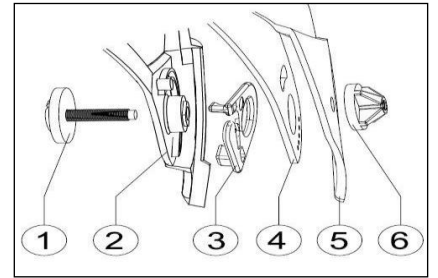

Bild. 1
1. Skruva loss skruvarna (bild 1, punkt 1 och 6) på sidorna.
2. Ta bort frontplattan (bild 1, punkt 5), ta hand om att ta bort den centrala delen från dess stöd.
3. Ta bort visiret (bild 1, punkt 4).
4. Ta bort På/Av-stoppert (bild 1, punkt 3).
5. Ta bort den delen av hjälmen (bild 1, punkt 2).
1. Placera skruven i specialfacket som du finner i huvudbonaden (bild 1, punkt 1)
2. Sätt i På/Av-stoppert (bild 1, punkt 3)
3. Sätt i visiret (bild 1, punkt 4)
4. Placera frontplattan rätt (Bild 1, punkt 6)
5. Dra åt skruven lätt (bild 1, punkt 1 och 6)